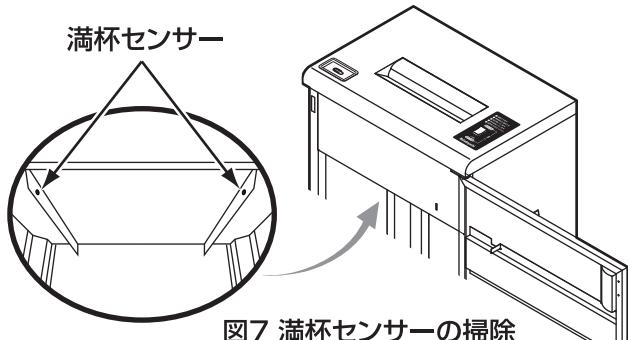

図7 満杯センサーの掃除
- 1.操作スイッチ①の下側を押して電源を切り、電源コード⑧の電源プラグを抜いてください。
- 2.満杯センサーに付着した紙粉や細かい細断紙片を柔らかい布等で取り除いてください。 図7 参照